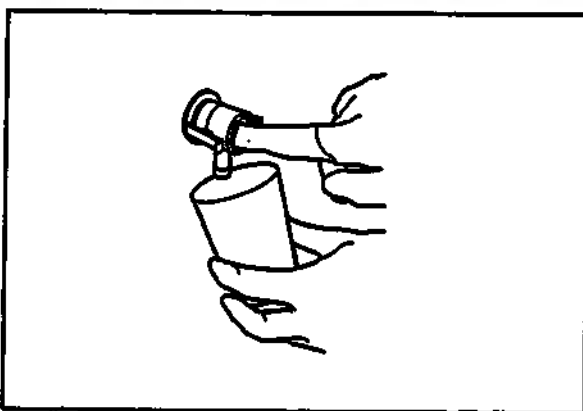

Рис. 4.45
8. Нажмите на сливной коннектор и выпустите небольшое количество остаточного дезинфицирующего раствора из бака (см. рис. 4.45).